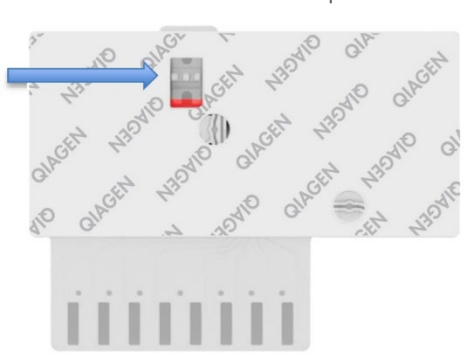

Figure 43. Fenêtre d'inspection de l'échantillon (flèche bleue).
7. Vérifier que l'échantillon a bien été chargé en contrôlant la fenêtre d'inspection de l'échantillon de la QIAstat-Dx Respiratory SARS-CoV-2 Panel Cartridge (Figure 43).